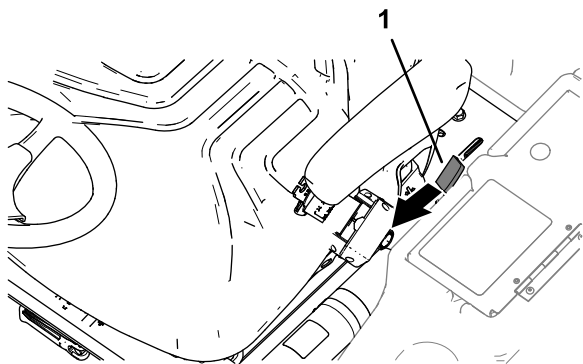

Figura 1
1. Mueva la palanca de cierre de la plataforma (Figura 1) hacia la parte delantera de la máquina hasta que los ganchos del cierre se liberen de la barra de bloqueo.